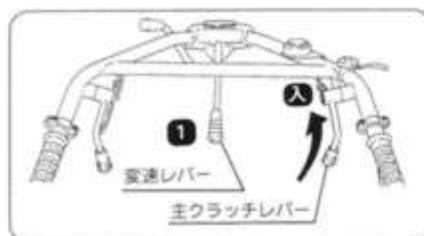

図36
- 4 変速レバーを1【低速】に入れ、主クラッチレバーを【入】位置にして発進します。周囲の安全を確認して徐々に運転者の能力にあった運転をしてください。決して最初から無理な運転はしないでください。(図36)